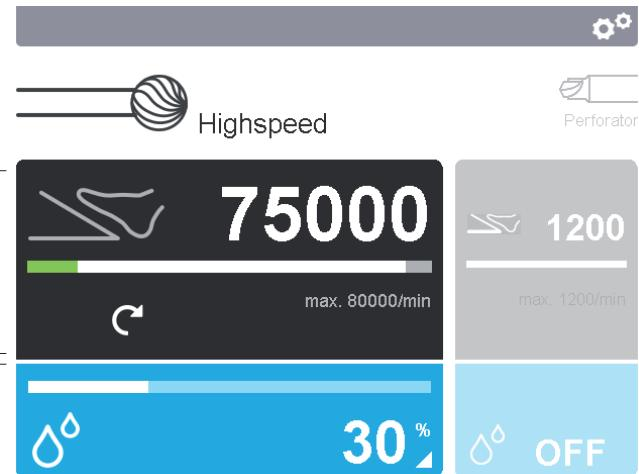

Fig. 5 Activation des zones de commande
- ▶ Modification des paramètres de réglage de la partie appliquée: activer la zone de commande Partie appliquée b sur le visuel 2, voir Fig. 5.